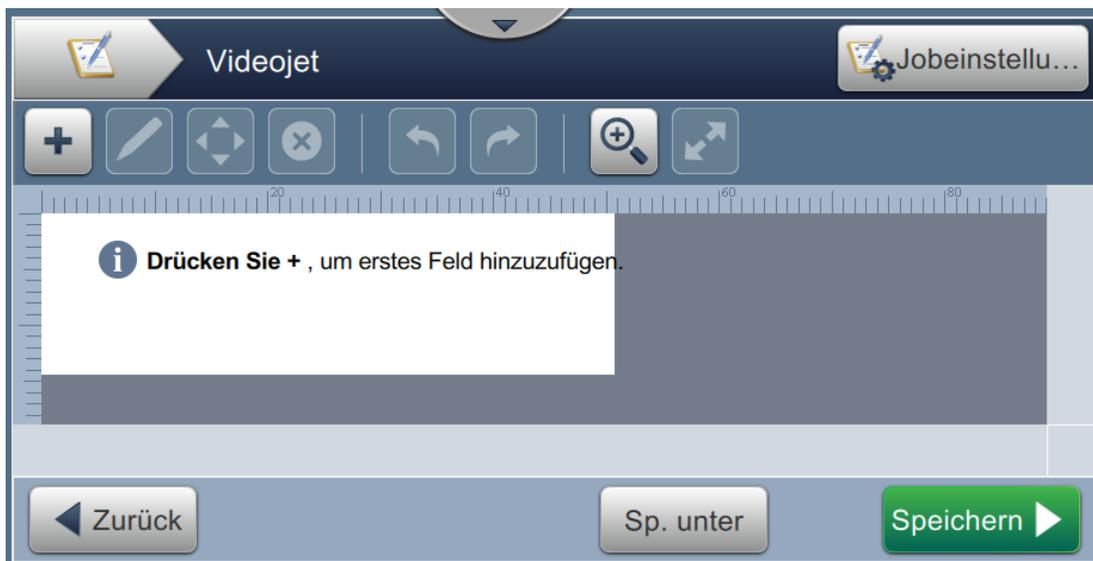

Abbildung 5-3: Bildschirm „Auftrags-Editor“.
6. Der Bildschirm „Auftrags-Editor“ wird angezeigt (siehe Abbildung 5-3).